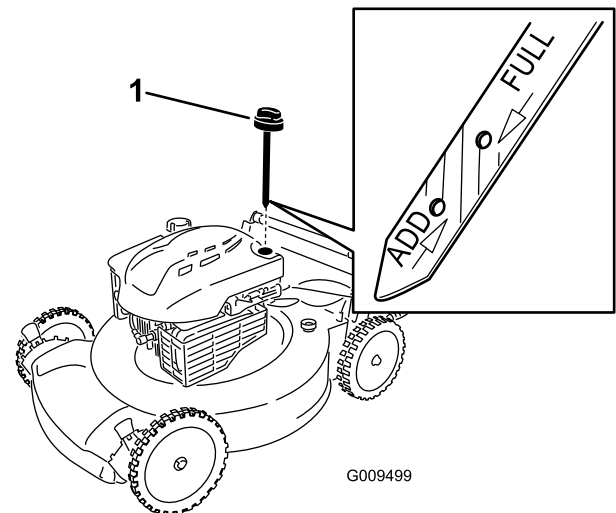

Figura 10
2. Retire la varilla (Figura 10).
5. Observe en la varilla el nivel de aceite (Figura 10).
minutos, y repita los pasos 3 a 5 hasta que el nivel llegue a la marca Lleno de la varilla (Figura 10).